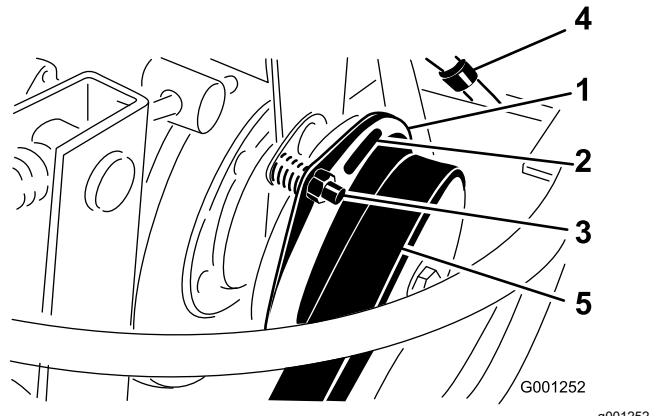

Figure 95
6. Réglez l'entrefer de façon à pouvoir passer une jauge d'épaisseur de 0,4 mm entre la garniture d'embrayage et la plaque de frottement en poussant légèrement (Figure 95).
Remarque: Pour diminuer l'entrefer, tournez l'écrou de réglage dans le sens horaire (Figure 95). L'entrefer ne doit pas dépasser 0,7 mm. Réglez les 3 entrefers.